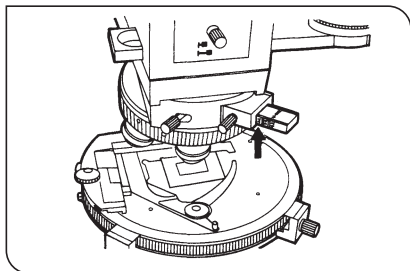

Fig. 4
2. En este punto, anote la indicación del valor en el lateral de la U-CWE2 que se observe en el borde del adaptador. Esta lectura muestra el rango aproximado del retardo en el punto de medición. (Posición indicada por la flecha Fig. 4)